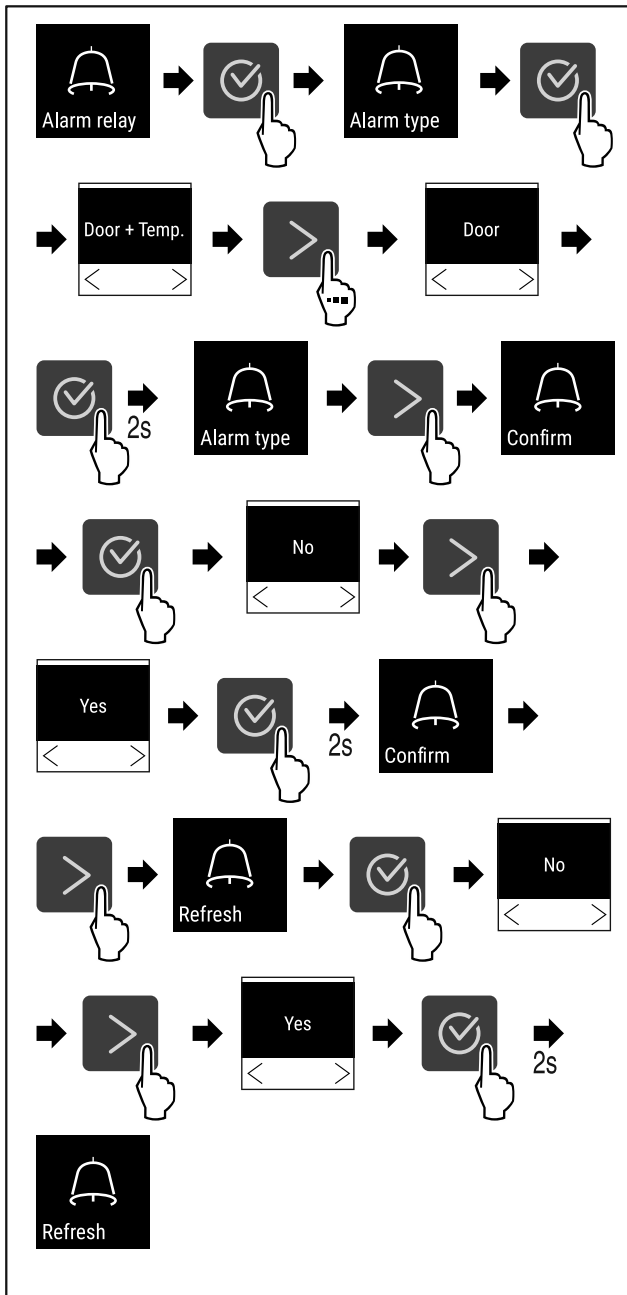

Fig. 125
- ▶ Провести етапи операцій (див. Fig. 125) .